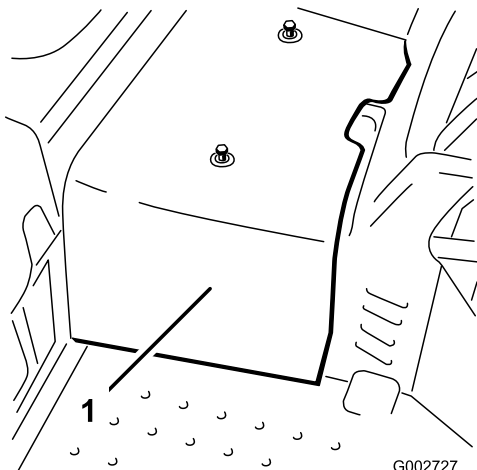

Рисунок 35
2. Ослабьте 2 винта, которые крепят центральный кожух к машине, и снимите кожух (Рисунок 35).